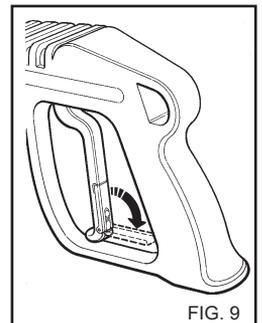

FIG. 9
- Quando a hidrolimpadora não está sendo utilizada, deve-se fechar o dispositivo de segurança do punho.(fig.9)